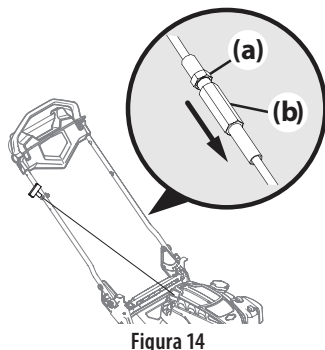

Figura 14
1. Debilite la transmisión. Consulte la Figura 14 -